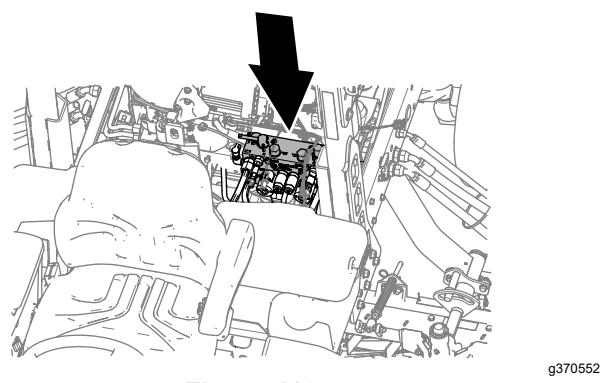

Figura 110
- Gire las palancas de autoafilado delantera, trasera o ambas a la posición R (autoafilado) (Figura 110).